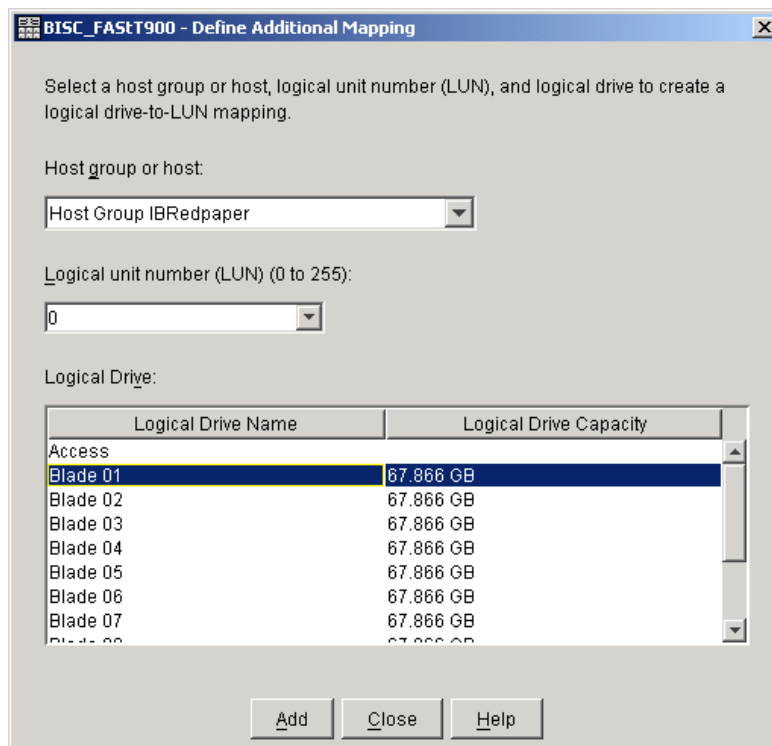

図 7-60 追加マッピングの定義
17. 図 7-60 のウィンドウが開きます。追加のマッピングを選択します。